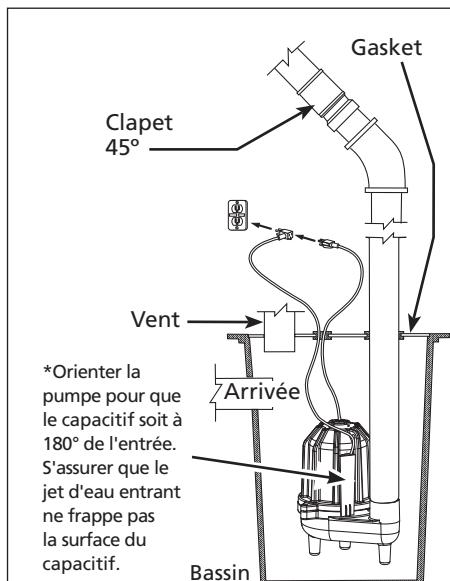

Figure 3B - Prefabricated Basins
7. Les modèles BCAPSE50 sont fournis avec un capteur d'eau capacitif. Orienter la pompe dans le bassin pour que le capteur d'eau soit à 180° de l'entrée. S'assurer que le jet d'eau entrant ne frappe pas la surface du (voir la figure 3B).